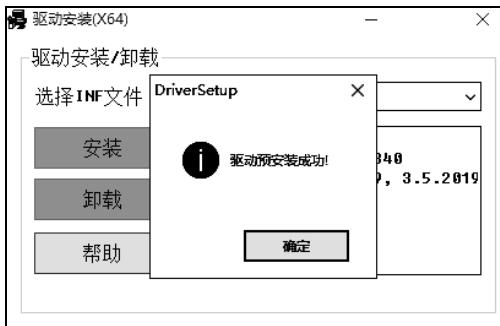

图 1-24 驱动安装步骤 2
(2) 等待驱动安装完成后，会弹出如图 1-24 所示的提示框，提示驱动安装完成。